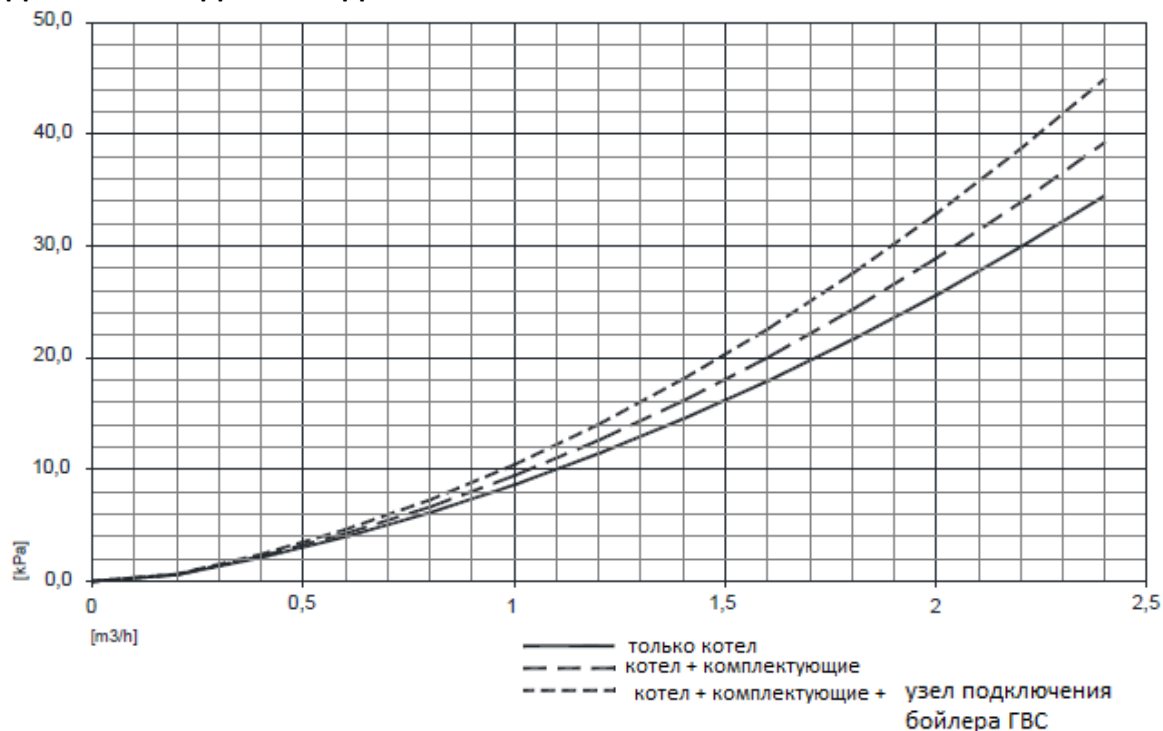

Рис. 2
Котел может быть установлен вне помещения, в частично закрытом месте (например, на балконе – см. рис. 2), если такая установка соответствует местным строительным нормам и минимальная температура внешнего воздуха не ниже -10°C. Производитель не гарантирует функциональность котла в случае установки вне помещения при температуре менее 10°C или не в соответствии с имеющимися нормами и рекомендациями.
2. Наденьте кольца котла на специально предназначенные крючки (рис. 2).